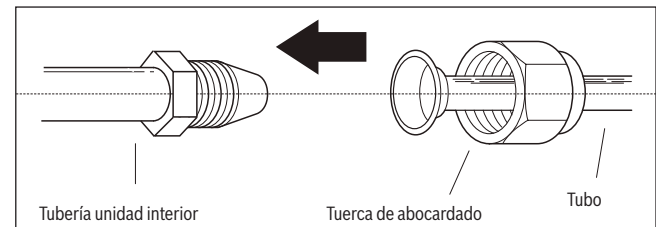

Fig. 34.
- Ajustar el centro de los dos tubos que se quiera unir. Véase fig. 34.